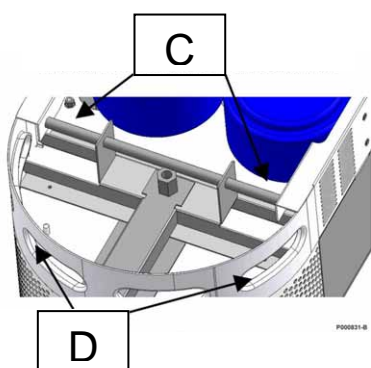

Figura 13: Particolare con le maniglie
- 2) Agganciare il Sunway M Plus alla staffa (C, Figura 13). Eventualmente sollevare il Sunway M Plus usando le maniglie ricavate lateralmente nella struttura (D, Figura 13). È possibile introdurre un perno in ferro attraverso le due maniglie superiori. È inoltre possibile fissare un golfare (non compreso nella fornitura) al foro filettato M12 posto sulla sommità del Sunway M Plus.